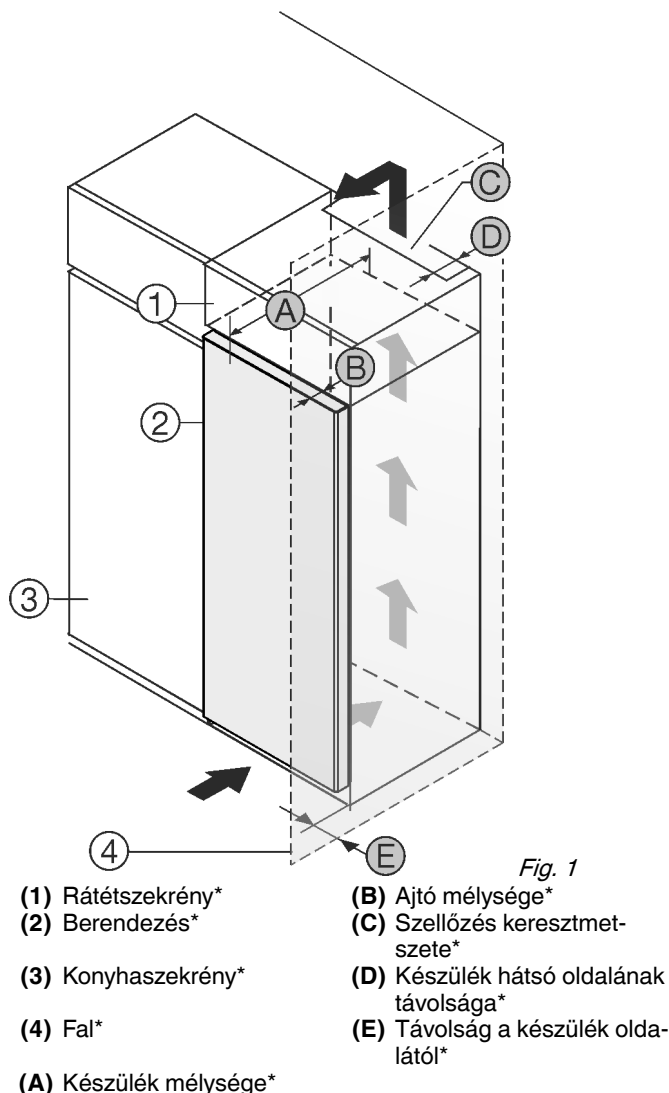

Fig. 1
Állítsa a készüléket közvetlenül a konyhaszekrény Fig. 1 (3) mellé.*
Állítsa a készüléket 5 cm távolságra a konyhaszekrénytől Fig. 1 (3).*
A rátétszekrény hátoldalán egy megadott mélységű Fig. 1 (D) szellőzőaknákat kell kialakítani a rátétszekrény teljes szélességében.*
A mennyezett alatt be kell tartani a szellőző keresztmetszetet Fig. 1 (C).*
Ha a készüléket a zsanérokkal a fal Fig. 1 (4) mellé állítja, akkor legalább 40mm távolságot kell tartani a faltól. Ez a fogantyú túlnyúlásának felel meg, amikor kinyitja az ajtót.*